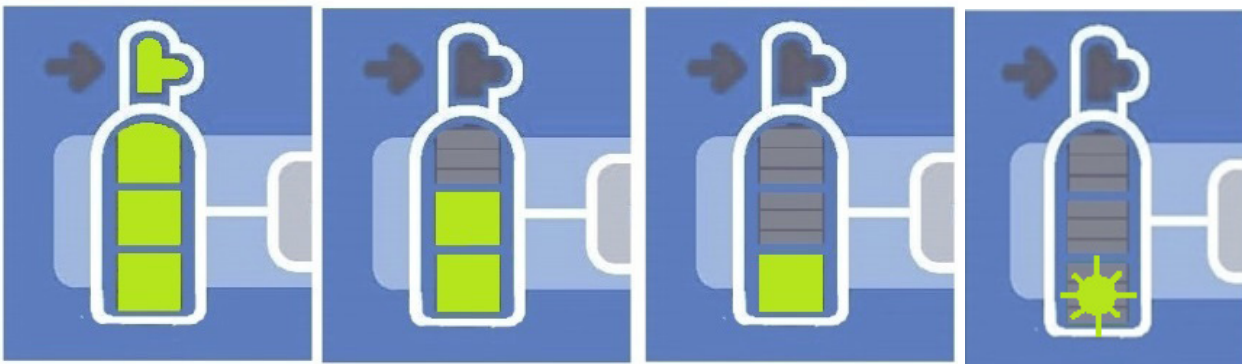

Figura 12: Treguesit e matësit të N_2O
- Kuptimi i treguesve të matësit të gazit që tregohen te Figura 12